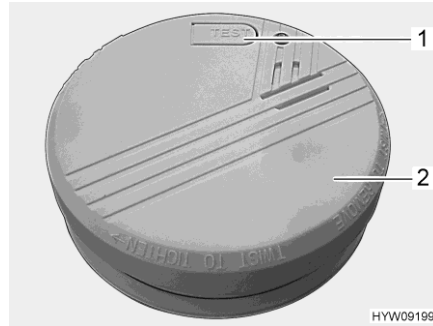

Bild 54 Brandvarnare
**Testa brandvarnaren:** ■ Tryck på kontrollknappen (Bild 54,1) på brandvarnaren (Bild 54,2) tills du hör larmet. Larmet tystnad när du släpper kontrollknappen.